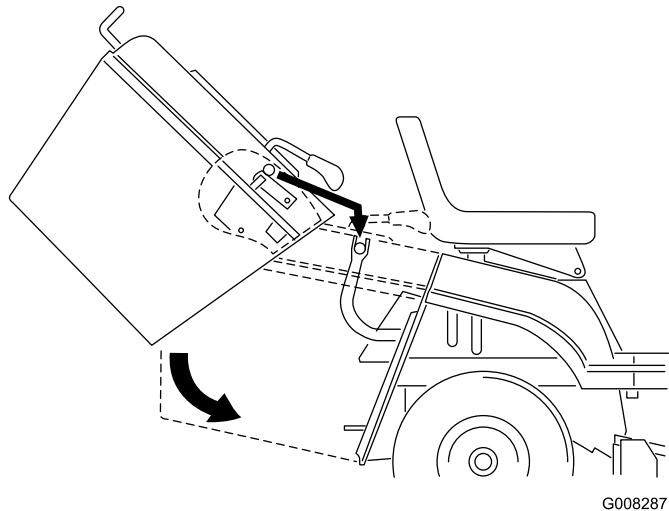

Figura 37
1. Inclineate in avanti, con entrambe le mani, il cesto di raccolta (Figura 37).
2. Inclineate in avanti il cesto di raccolta a 40° circa, ed appoggiatevelo sulle due staffe di supporto sul retro del trattore (Figura 37).